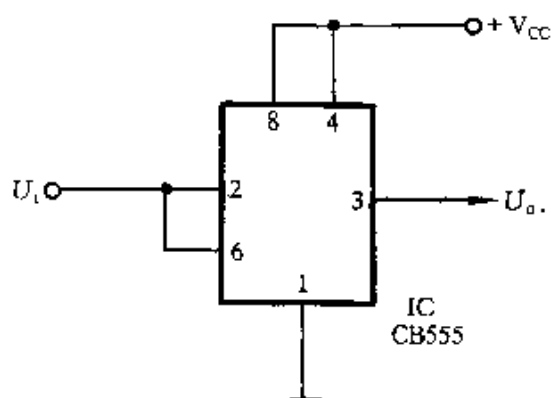
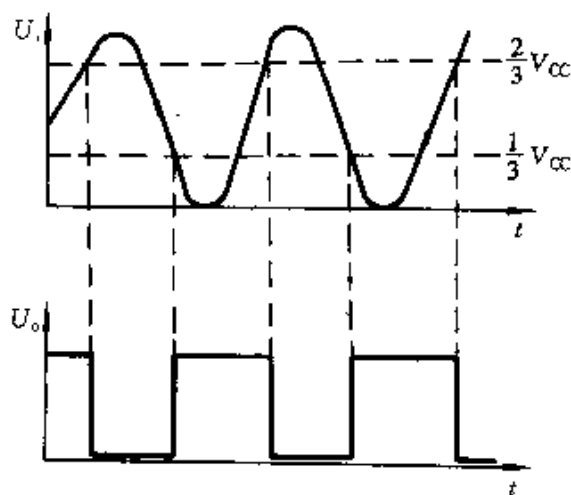

图 2-334
图 2-335
④ 555 时基电路组成的施密特触发器如图 2-334 所示。555 时基电路的置“1”输入端 \bar{S} (②脚) 和置“0”输入端 R (⑥脚) 并接在一起作为触发器输入端。当输入信号 $U_i \geq 2/3 V_{CC}$ 时, 输出信号 $U_o = 0$; 当输入信号 $U_i \leq 1/3 V_{CC}$ 时, 输出信号 $U_o = 1$ 。施密特触发器可以将缓慢变化的模拟信号整形为边沿陡峭的数字信号, 其波形如图 2-335 所示。